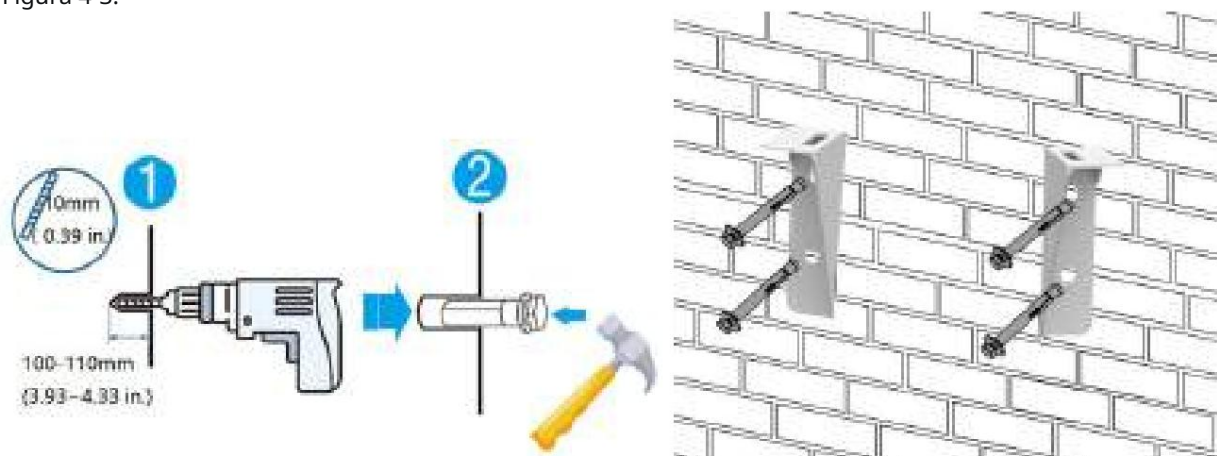

Figura 4-3
b) Alegeți capul de foraj recomandat (așa cum se arată în Figura 4-3) pentru a găuri 4 găuri pe perete, adâncime de 100 mm-110 mm.
c) Folosiți un ciocan pentru a fixa suportul de perete și instalați șurubul de expansiune în orificiu, așa cum se arată în Figura 4-3.